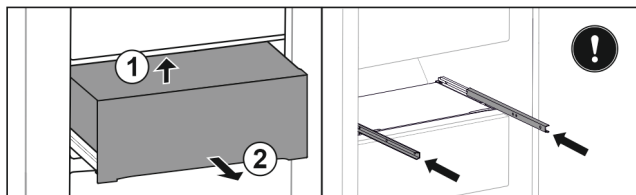

Fig. 148
- ▶ Nadvihnite zásuvku zospodu dozadu. Fig. 148 (1)
- ▶ Odoberte zásuvku dopredu. Fig. 148 (2)